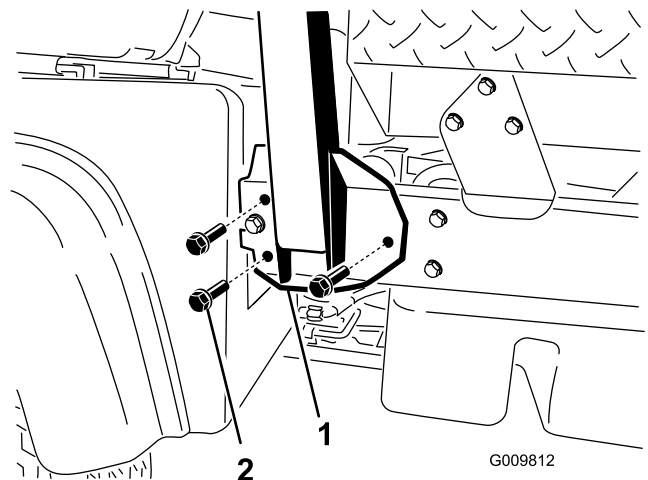

Bild 6
2. Fluchten Sie jede Seite des Überrollschutzes mit den Befestigungslöchern an jeder Seite des Maschinenrahmens aus, wie in Bild 6 dargestellt.
( $\frac{1}{2}$ " x  $1\frac{1}{4}$ ") an jeder Seite des Maschinenrahmens (Bild 6).